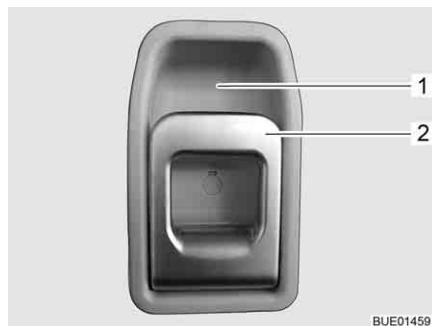

Fig. 58 Cerradura de la puerta de entrada, en el interior
- Tirar del tirador (Fig. 58,2). Se desbloqueó la cerradura de la puerta.
- Presionar la parte superior del tirador (Fig. 58,2) hacia el alojamiento del tirador (Fig. 58,1).